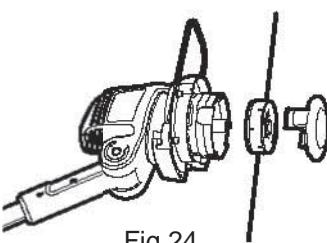

Fig.24
④ Enlevez la bobine de la tête de coupe (fig.24).
⑤ Insérez la bobine neuve dans la tête de coupe, avec le côté mou vers le haut, puis faites passer les deux bouts du fil par les trous prévus à cet effet. Assurez-vous que les bouts du fil ne risquent pas de sortir des fentes de la bobine.
⑥ Remettez le couvercle en place. Assurez-vous que les ergots de verrouillage du couvercle sont bien engagés dans les fentes de la tête de coupe (vous devez entendre un déclic).
⑦ Appuyez sur la butée, relâchez-la puis tirez sur les deux bouts du fil pour les allonger. Répétez cette manipulation jusqu'à ce que les bouts du fil aillent légèrement plus loin que le coupe-fil.